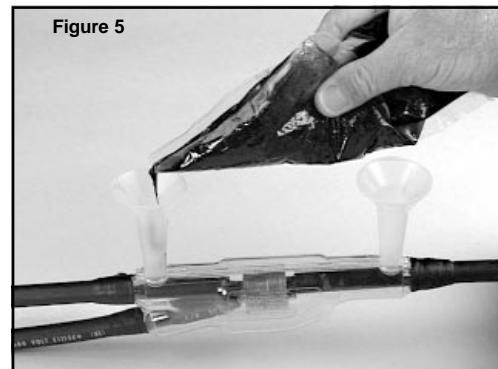

Figure 5
- 6.1 Mettre l'épissure à niveau. Bien mélanger la résine selon les directives énoncées sur le sac de résine. Verser la résine immédiatement après l'avoir mélangée. Remplir le moule à l'aide d'un bec verseur jusqu'à ce que les deux becs soient remplis. (Voir la figure 5.)